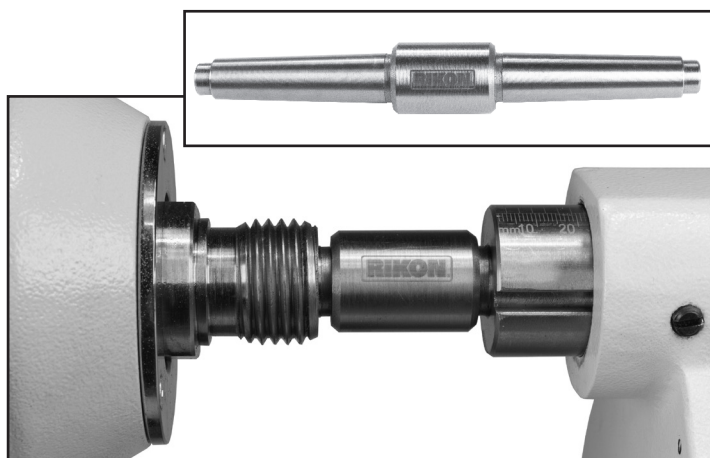

FIG. 38
3. Si les pointes ne sont pas alignées, utilisez la jauge d'alignement MT2-MT2 fournie (FIG. 38) pour aligner la poupée fixe avec la poupée mobile;